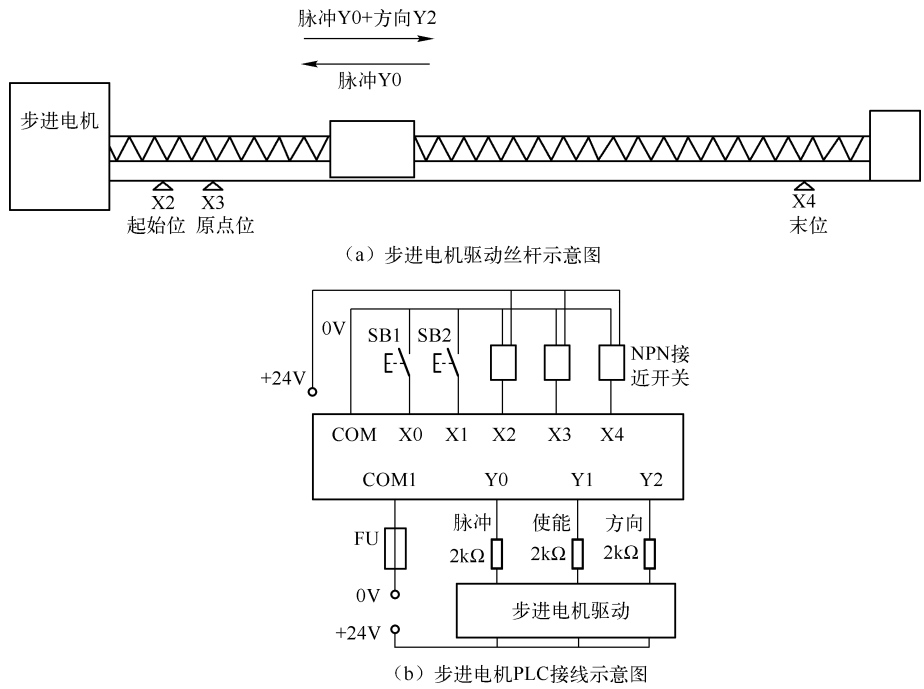

图 9-25 步进电机示意图
**【例 9.2】**设计一步进电机控制程序，开机时电机慢速复位找原点，按下启动按钮，电机驱动丝杆小车前进（Y2 前进方向）8000 步，停 2 秒再前进 2000 步，停 1 秒，而后退回原点并停止，再次启动，则以同样的方式运行。步进电机示意图如图 9-25 所示。